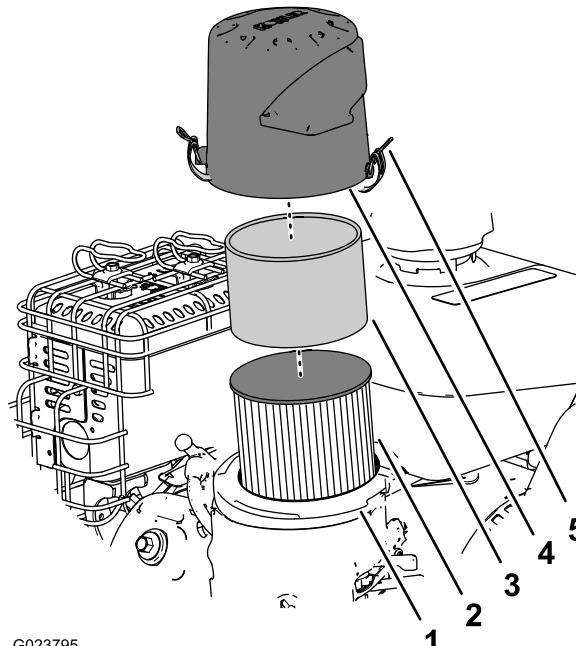

Figure 33
2. Déposez le couvercle et nettoyez-le soigneusement (Figure 33).
3. Retirez le préfiltre en mousse et lavez-le à l'eau additionnée de détergent doux; séchez-le ensuite en le pressant légèrement dans un chiffon (Figure 33).
- Enlevez et examinez l'élément filtrant en papier (Figure 33) et mettez-le au rebut s'il est excessivement encrassé.
- Placez le préfiltre en mousse sur l'élément en papier (Figure 33).
- Montez le filtre à air sur sa base (Figure 33).